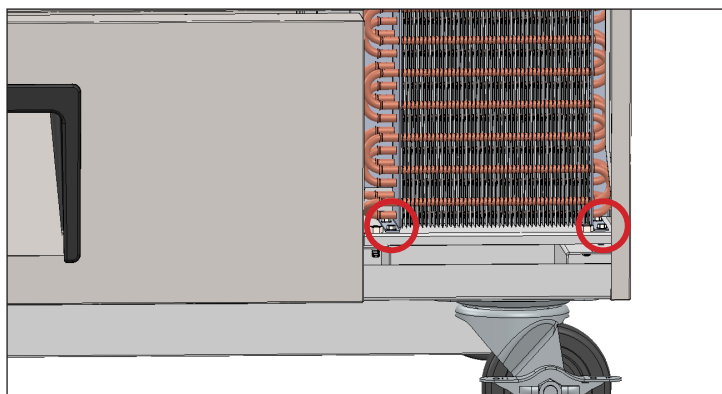

Fig. 4. Localização dos parafusos de base do condensador.
5. Remover os parafusos da base do condensador. Ver fig. 4.